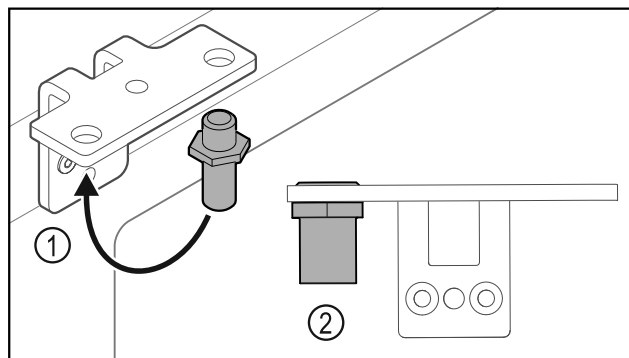

Fig. 29
- ▶ Mutați bolțul Fig. 29 (1) în colțarul balamalei.
- ▶ Strângeți bolțul Fig. 29 (2) cu **cuplul de 12 Nm**.